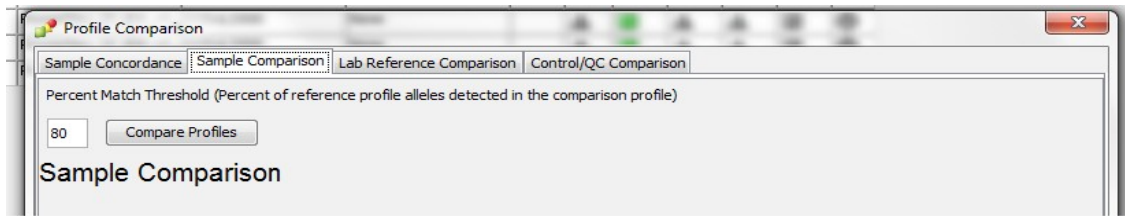

Figura 52. Pestaña "Sample Comparison".
**7.18.2** Se desplegará la ventana de control de comparación de perfiles. (ver figura 52)
**7.18.3** La pestaña "**Sample Comparison**" permite comparar entre los perfiles genéticos obtenidos de las muestras analizadas en el proyecto estudiado entre si, el porcentaje de comparación de coincidencia está previamente definido en un 80%. Dele click en el icono "**Compare Profiles**" (ver figura 52).